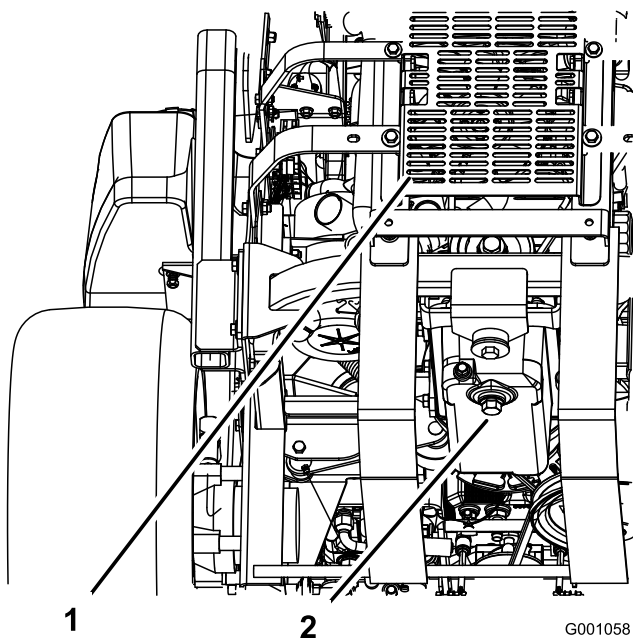

Bild 44
5. Stellen Sie eine Auffangwanne unter die Ölablassschraube. Entfernen Sie die Ablassschraube (Bild 44) und lassen das Öl vollständig ablaufen.